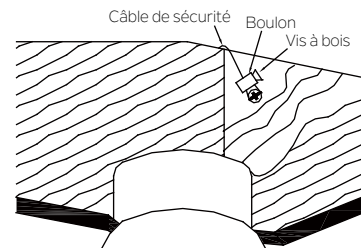

Fig. 12
**Étape 2.** Insérer le câble de sécurité à travers le support de montage et l'un des trous dans la boîte à prises dans le plafond. Ajustez la longueur du câble de sécurité pour atteindre la vis et les rondelles en tirant l'excès de câble à travers le serre-câble jusqu'à ce que la longueur totale soit correcte. Placez l'embout du câble à travers le serre-câble en formant une boucle à l'extrémité du câble. Bien serrer le serre-câble. Mettre maintenant la boucle à l'extrémité du câble de sécurité au-dessus de la vis à bois et sous la rondelle. Bien serrer la vis à bois. (Fig. 12)